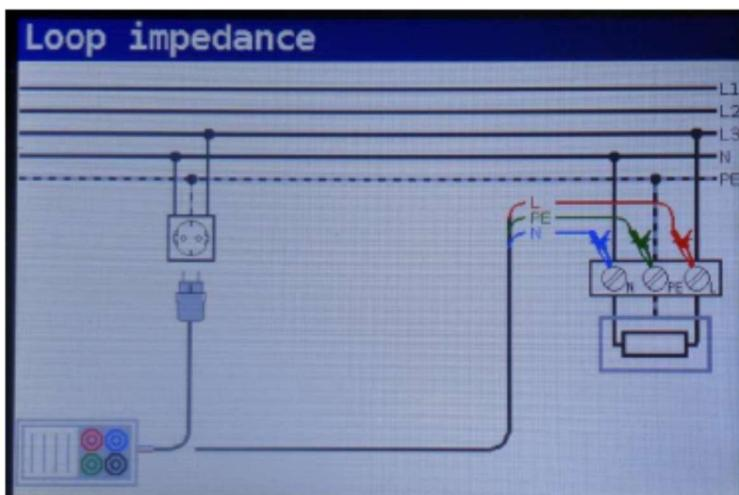

Figure 5-29: Connexion prise ou prise universelle sonde de test
**Étape 2** Connectez les cordons de test sur l'appareil et suivez le schéma de connexion de la figure 5.29 pour mesurer l'impédance de boucle par défaut.